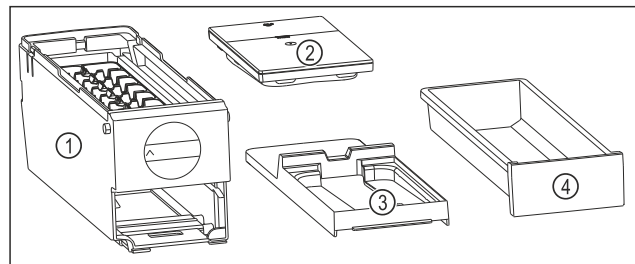

Fig. 80 Bestanddelen van de EasyTwist-Ice
- ▶ EasyTwist-Ice is in vier delen gedemonteerd. (zie Fig. 80)
- ▶ EasyTwist-Ice alleen in afgebeelde bestanddelen demonteren. (zie Fig. 80)
- ▶ EasyTwist-Ice-corpus Fig. 80 (1) als geheel reinigen.